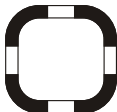

图3
- 底座底面预留孔（下引出时）详细图见图3，用锯子锯断引出口与底座的搭连处；后板预留孔（后面引出时）和右侧板预留孔（右引出时）详细图见图4，在敲除时，请用凿子对准搭连处，再用锤子敲打。